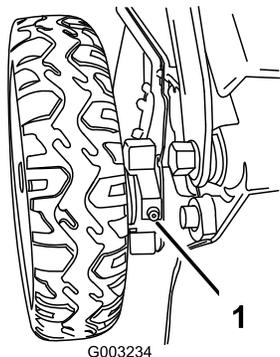

Рисунок 31
1. Протрите масленки внутри задних зубчатых колес чистой материей (Рисунок 31).